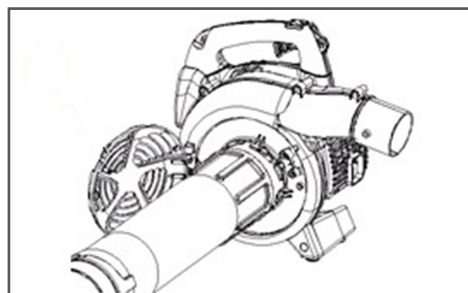

Рис. 7 Установка всасывающих труб
3. Открыть крышку вентилатора 1 (Рис. 7) и установить всасывающую трубу D на устройство.